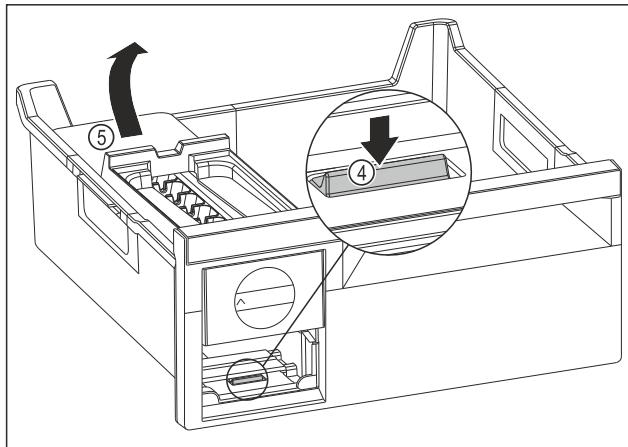

Fig. 106
- Извлеките корпус EasyTwist-Ice: Надавите пальцем вниз на накладку Fig. 106 (4) и одновременно другой рукой поднимите корпус EasyTwist-Ice Fig. 106 (5) сзади.